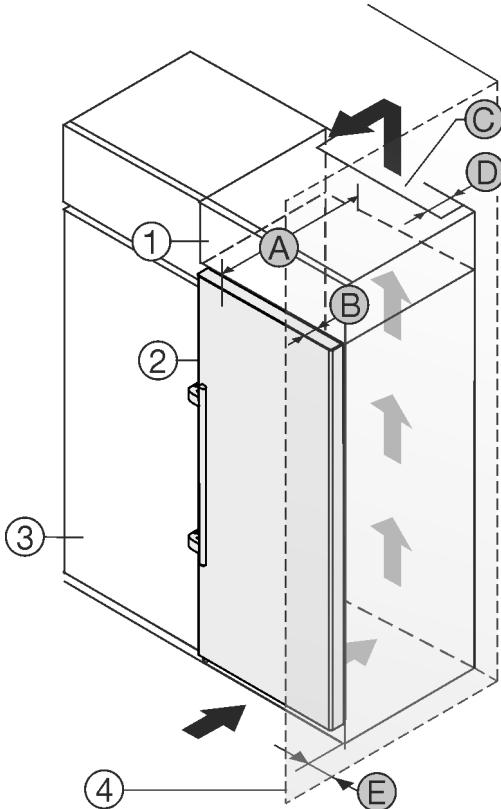

Fig. 2
您可以将冰箱直接放置在餐具柜 Fig. 2 (3) 旁边。*
在附加柜背面必须有一个竖风道，其深度 Fig. 2 (C) 应超过整个附加柜宽度。*
盖板下必须保有通风横截面 Fig. 2 (C)。*
如果将带铰链的冰箱放置在墙壁 Fig. 2 (4) 边，冰箱和墙壁必须至少相距 57 mm。这取决于冰箱门打开时把手与墙壁的距离。
为了能完全打开门，冰箱必须凸出橱柜正面一定门深度 Fig. 2 (B)。根据餐具柜 Fig. 2 (3) 的深度，使用壁距调整垫片可以使冰箱更为凸出。*